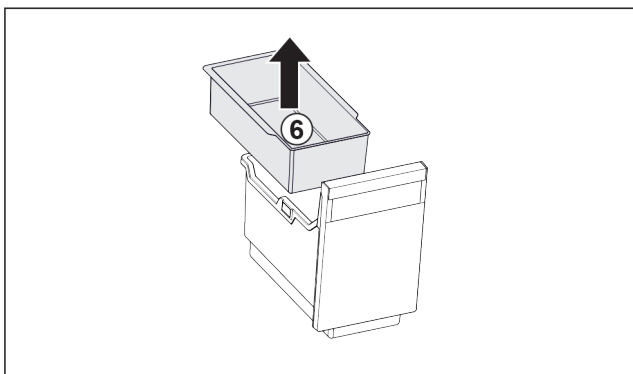

Fig. 100
- ▶ Вийняти підвісний лоток Fig. 100 (6).